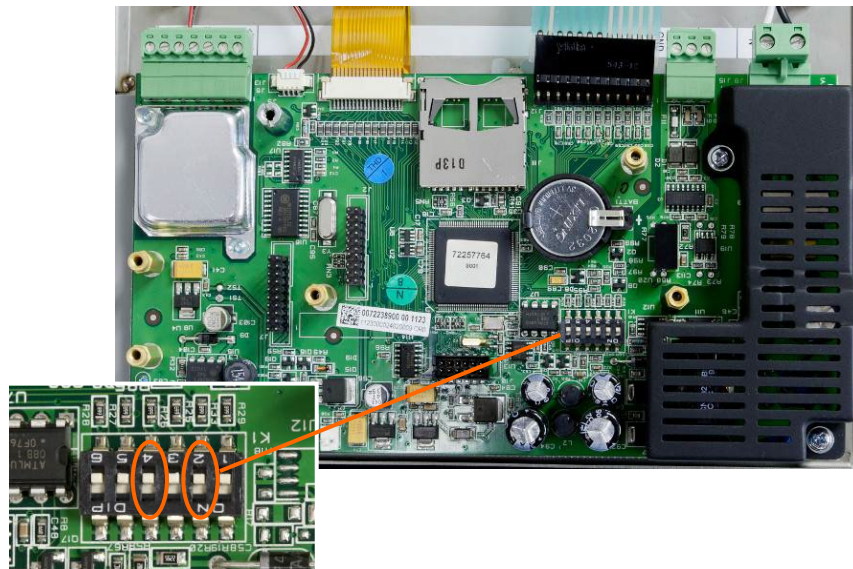

Figura 5-10: Interruttori SW1-2 e SW1-4
2. Commutare l'interruttore SW1-2 in posizione ACCESO come mostrato in Figura 5-10.
- La posizione dell'interruttore SW1-4 (mostrata anche nella Figura 5-10) determina se all'esecuzione della reimpostazione generale vengono reimpostati dati dell'EEPROM significativi dal punto di vista metrologico, relativi alla taratura della bilancia. Per la reimpostazione dei dati dell'EEPROM, l'interruttore SW2-4 deve essere commutato in posizione di accensione. Se l'interruttore SW1-4 è commutato in posizione SPENTO, la reimpostazione generale **non** avrà alcun effetto sui dati dell'EEPROM e resterà invariata la regolazione originale